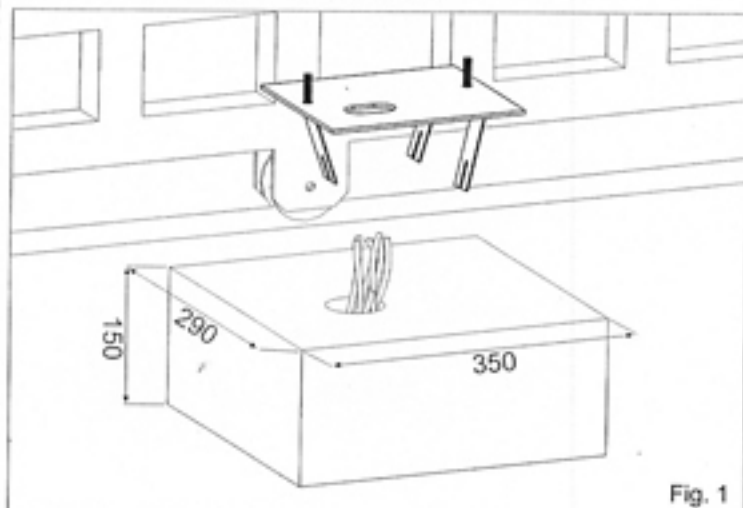

Fig. 1
2.1. Prévoir, en se basant sur les mesures reportées dans Fig. 1, une petite place de béton où sera murée la plaque de fondation et les boulons d'ancrage.